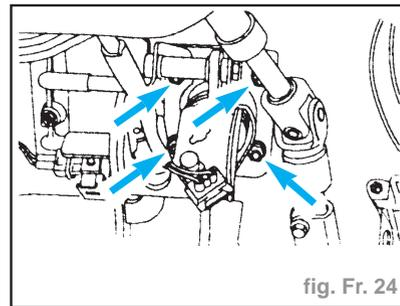

fig. Fr. 24
- Dévisser les écrous de fixation du servofrein (fig. Fr. 24).